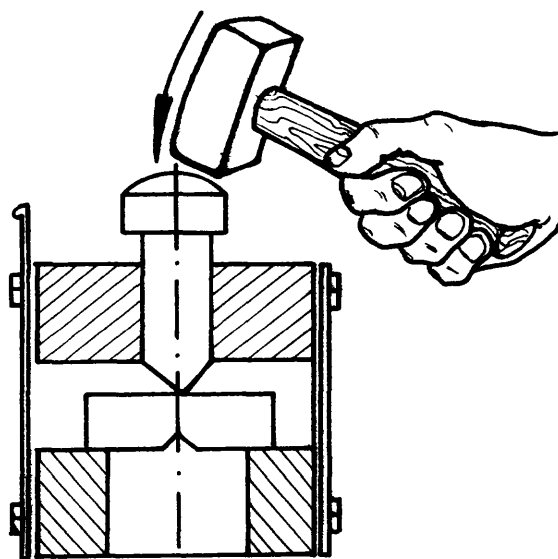

Fig. 3
- 1) La rotura generalmente debe realizarse usando un dispositivo para quebrar probetas (fig. 3).